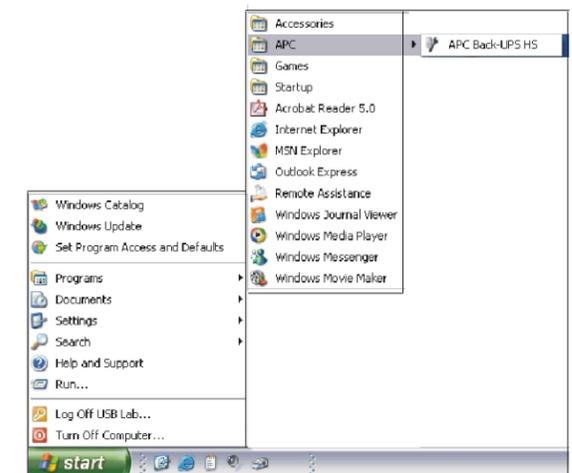

Figure 7. Chemin d'accès du logiciel APC
7. Pour lancer le programme, allez dans le menu **Start** (démarrer), sélectionnez **APC**, puis **APC Back-UPS HS** (figure 7). (suite à la page suivante)